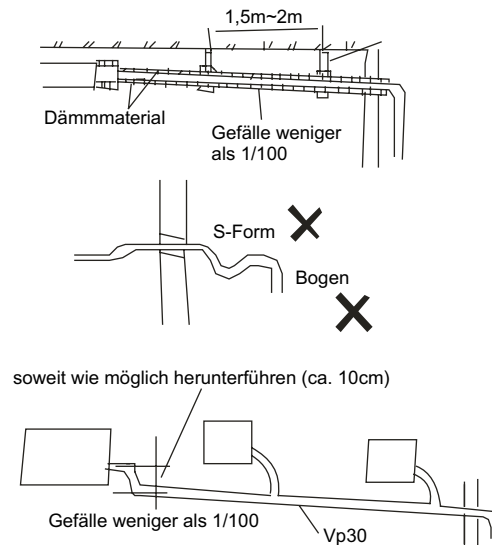

Abb. 7-1
- ☞ Siehe Abbildung 7-1 zur korrekten Verlegung der Rohre.